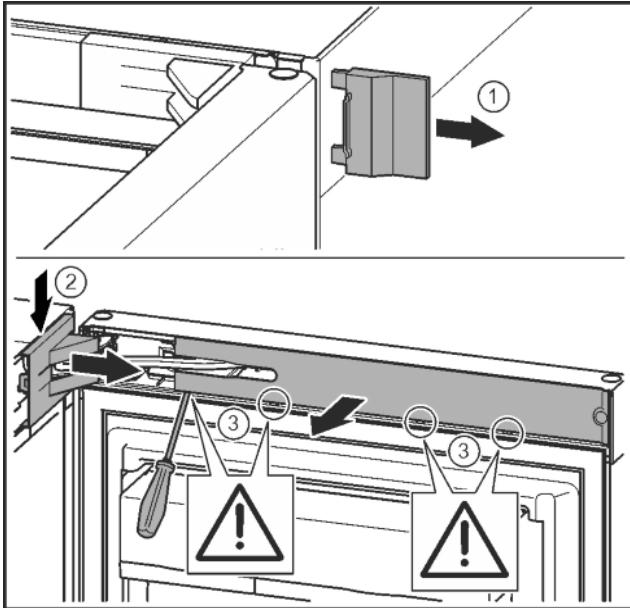

Fig. 12
- Vegye le a külső fedelet. Fig. 12 (1)
- Pattintsa ki és oldja ki a csapágybak fedelét. Vegye le a csapágybak fedelét. Fig. 12 (2)
- Hornyoltfejű csavarhúzóval pattintsa ki a lemezt, és fordítsa oldalra. Fig. 12 (3)